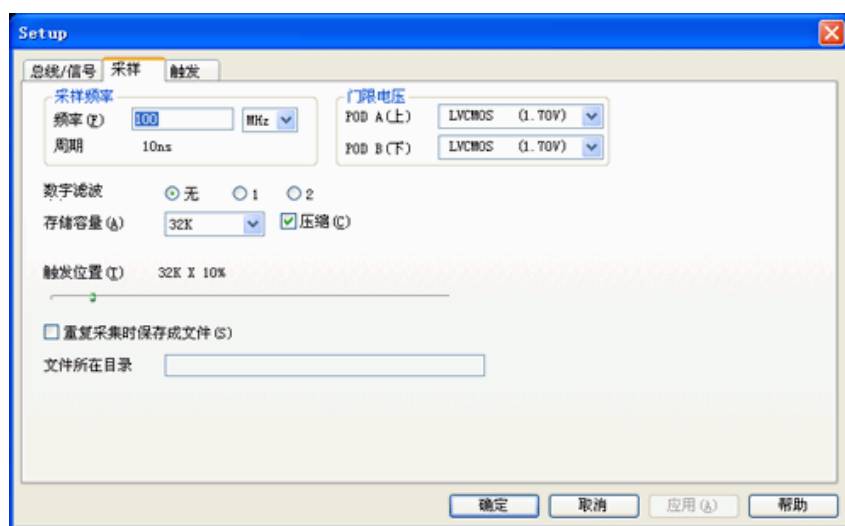

图 6.4 采样设置对话框
- **步骤 1**：点击工具栏中的快捷按钮 或选择菜单中【设置】-【采样】选项后，弹出如图 6.4 所示的对话框，可以对采样的各项指标进行设置。